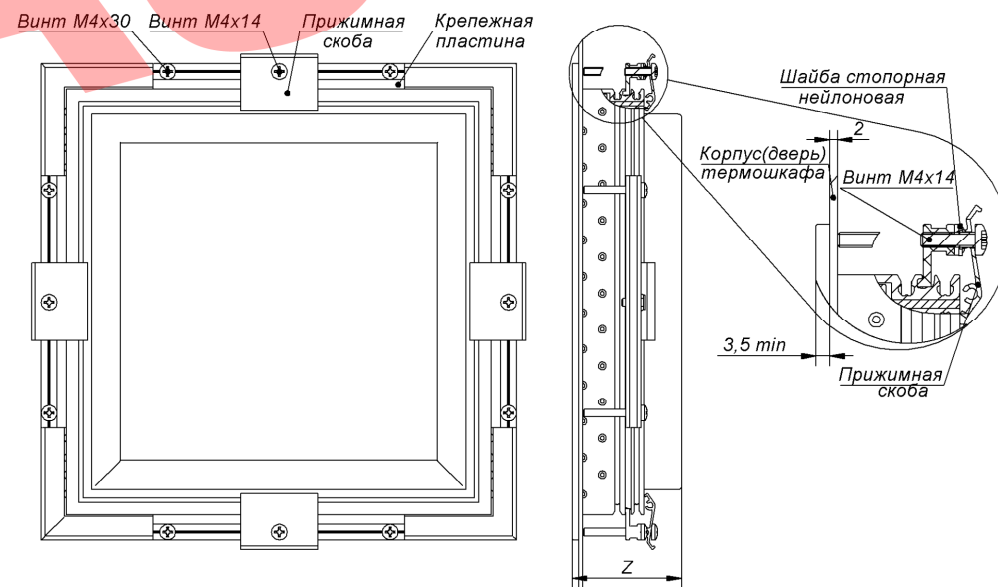

Рис.2 Установка ФТШ
2. Закрепить решетку фильтра внутри термошкафа, при помощи крепежных пластин и винтов М4х30 (рис.2).
3. Вставить винт М4х14 в прижимную скобу и зафиксировать его с обратной стороны шайбой стопорной нейлоновой (рис.2 вид А).
4. Закрепить коробку фильтра в решетке с помощью прижимных скоб (рис.2).